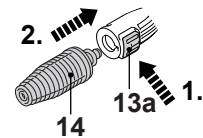

Fig. 10
2. Pressione o botão de desbloqueio (13a) e encaixe o bocal Dirtblaster (14) na lança de extensão (13). Liberte o botão (13a) para fixar o bocal no seu sítio (Fig. 10).
3. Verifique se o bocal (14) está fixo corretamente, puxando-o. Este não deverá sair.